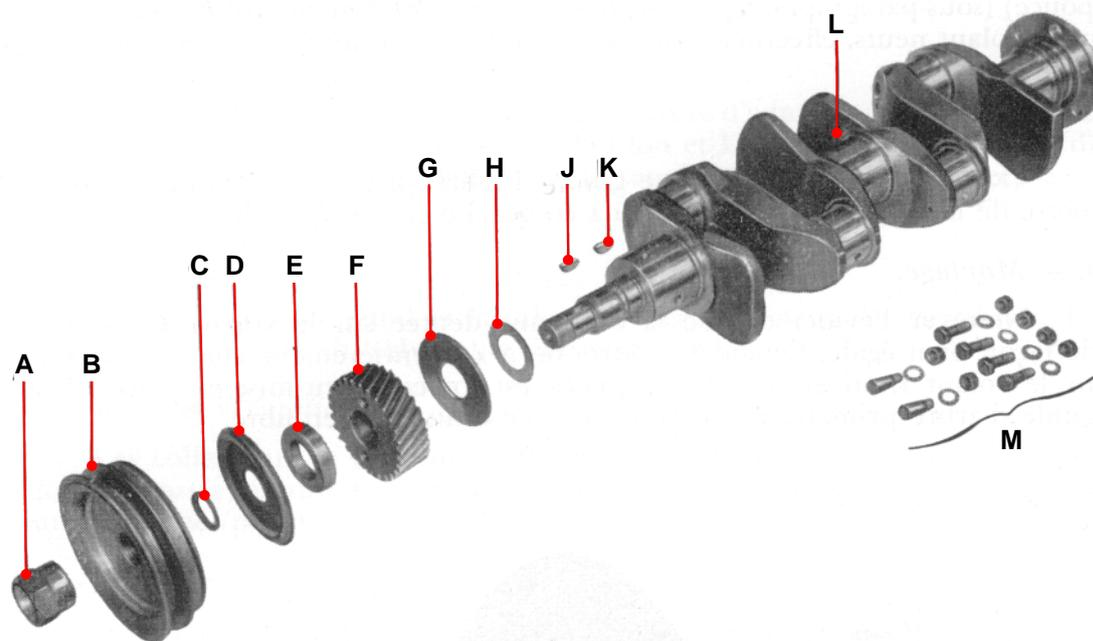
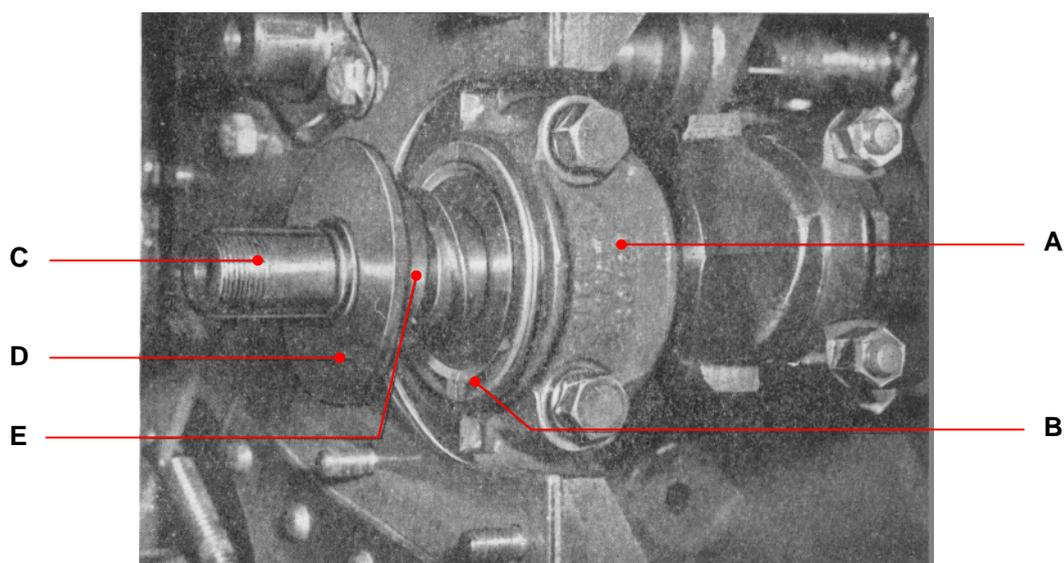

FIGURE 30. – Ensemble vilebrequin démonté.
FIGURE 35. – Cales d'épaisseur en place sur le vilebrequin.
Avec du fil de fer, déboucher les passages d'huile des portées de vilebrequin. Remplacer ou rectifier le vilebrequin s'il est usé ou rayé. Mesurer le diamètre extérieur de chaque portée du vilebrequin. Si le diamètre est inférieur à 49,187 mm (1,9365 pouces) sur les manetons (fig. 30) ou à 59,245 mm (2,3325 pouces) sur les tourillons (fig. 30) ou bien si l'une quelconque des portées a un faux rond supérieur à 0,013 mm (0,0005 pouce), le vilebrequin doit être rectifié à la dimension inférieure de 0,254 – 0,508 – 0,762 – 1,016 mm (0,010 - 0,020 - 0.030 - 0,040 pouce) selon le cas.
B. – Dépose du pignon de vilebrequin (fig. 30).
Mettre sur le vilebrequin le nombre de cales d'épaisseur nécessaire pour combler l'espace entre la règle et le vilebrequin (fig. 35). Mettre en place la rondelle de butée du vilebrequin (fig. 30). Frapper sur la grande clavette Woodruff pour l'introduire dans le vilebrequin et glisser sur l'arbre le pignon de vilebrequin, l'entretoise, le déflecteur d'huile et le joint (fig. 30). Frapper sur la petite clavette Woodruff pour l'introduire dans le vilebrequin, mettre en place la poulie d'entraînement de dynamo et de courroie de ventilateur, la dent de loup de mise en marche, et serrer cette dernière. Placer une jauge d'épaisseur entre le chapeau de palier avant et le vilebrequin. Enlever les cales si le jeu axial excède 0,152 mm (0,006 pouce). Ajouter des cales s'il est inférieur à 0,102 mm (0,004 pouce) (fig. 35).